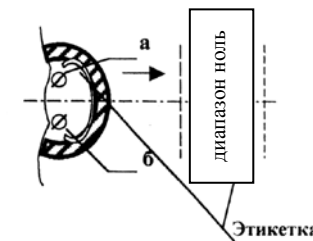

Рисунок 5 - Схема расположения корректоров НОЛЬ и ДИАПАЗОН
- получить доступ к корректорам НОЛЬ и ДИАПАЗОН (рисунок 5).
- получить доступ к корректору НОЛЬ и ДИАПАЗОН (рисунок 5).